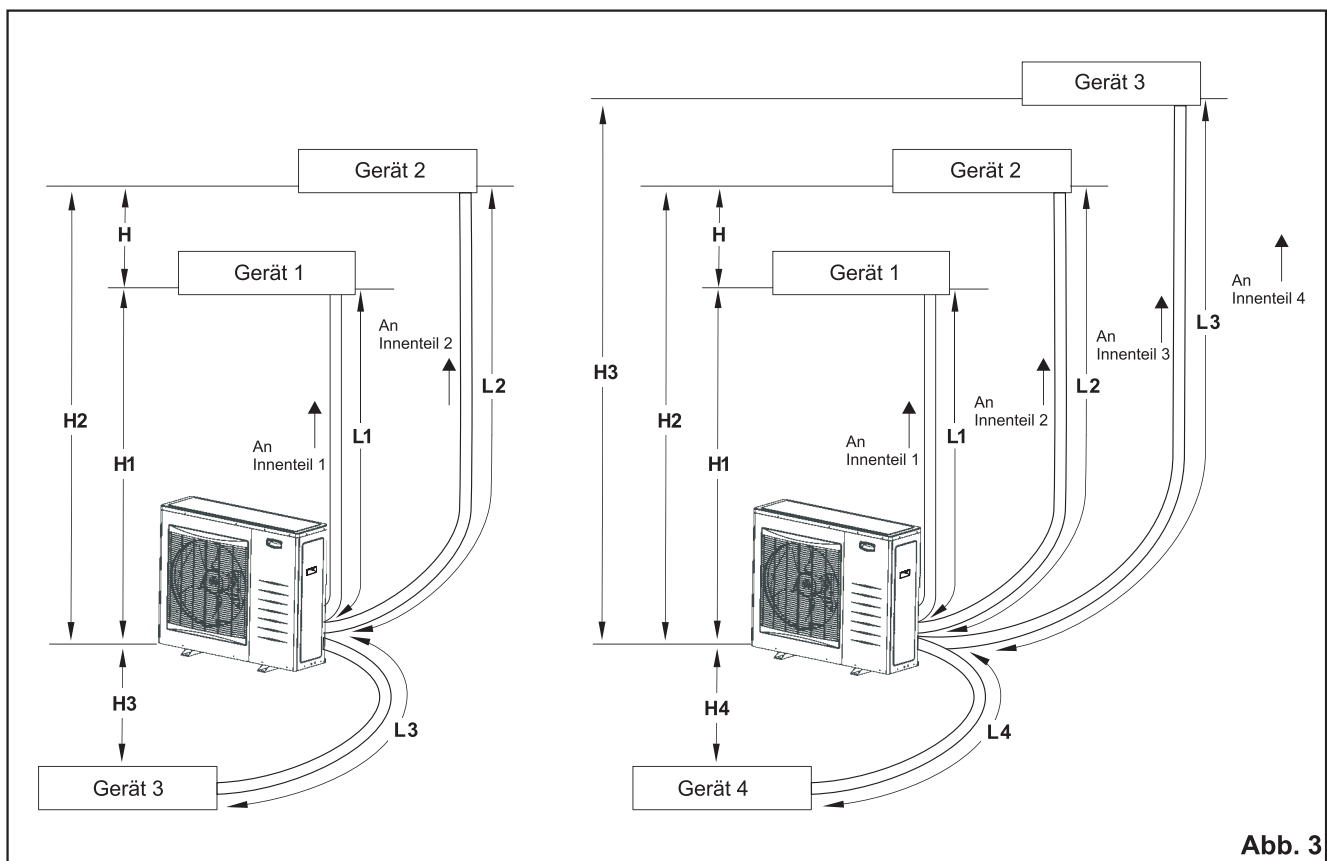

Abb. 3
6. Die max. Leitungslänge finden Sie in Abb. 3.